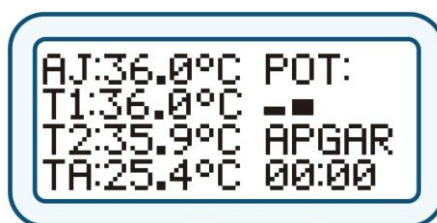

Figura 72 – Display LCD com Sensor Auxiliar
- Verifique leitura no display do painel de controle, conforme figura 72.